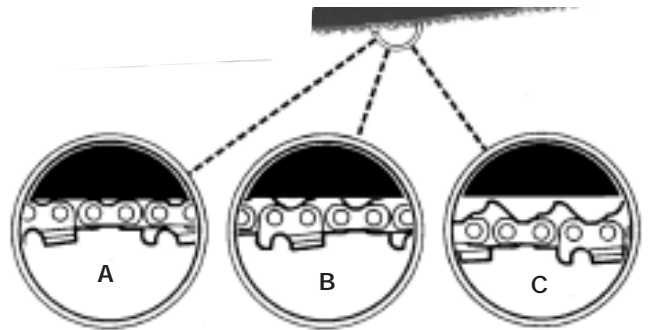

Fig. 13
**NOTA:** Una cadena y barra nueva requerirán un reajuste después de por lo menos 5 cortes. Esto es normal dentro del periodo de acondicionamiento, y el intervalo dentro de los próximos ajustes se alargará pronto (Fig. 13).